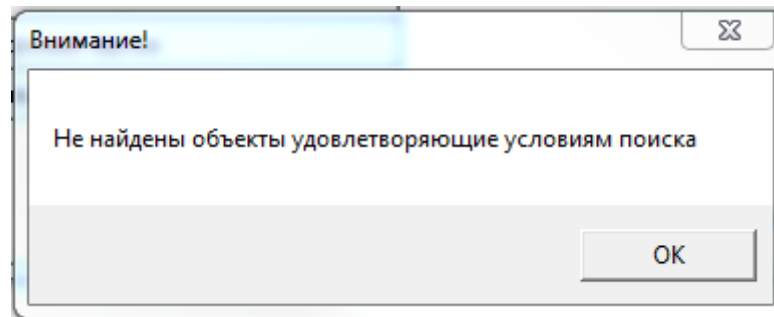

Рисунок 5 - Сообщение об отсутствии объектов в БД
5.4.1 Для поиска ссылочной и нормативной документации в модуле предусмотрена дополнительная панель (для открытия дополнительной панели используется кнопка 5 - см. рисунок 5).